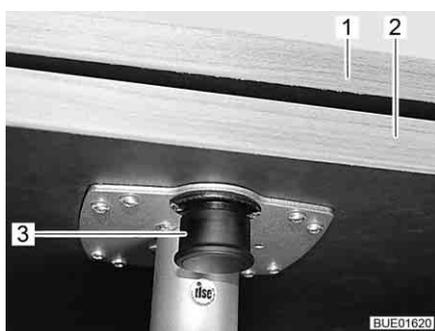

Fig. 92 Prolunga estraibile del tavolo
- Premere il tasto (Fig. 92,3) del bloccaggio e ruotare verso l'esterno la prolunga del tavolo (Fig. 92,2).
- Piegare la prolunga del tavolo (Fig. 92,2) sotto il piano del tavolo (Fig. 92,1), finché non si sente scattare il bloccaggio.